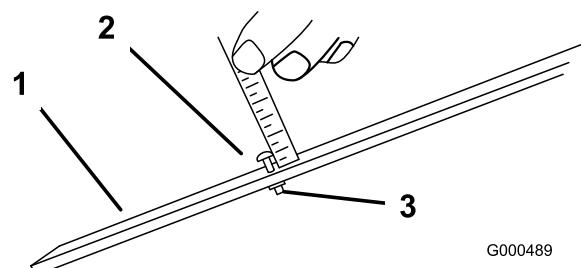

Figura 50
- Afloje la tuerca de la barra de ajuste (**Figura 50**) y ajuste el tornillo para la altura de corte deseada. La distancia entre la parte inferior de la cabeza del tornillo y la cara de la barra es la altura de corte.